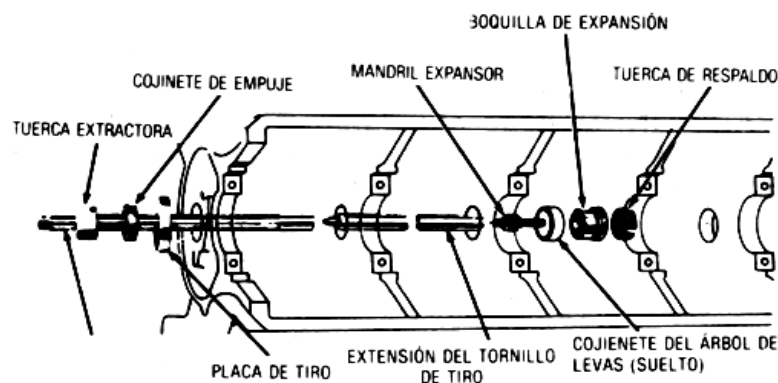

Fig. 3.36 Cojinetes del árbol de levas
14. Cambie los cojinetes del árbol de levas: Si hay indicaciones de desgaste excesivo se deben cambiar dichos cojinetes (Ver Fig. 3.36).